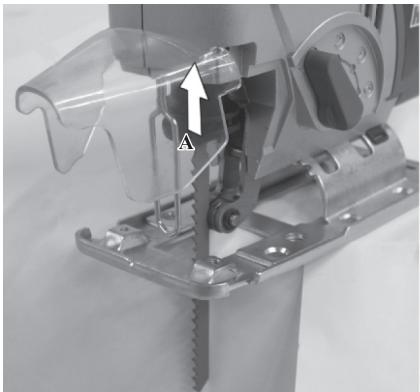

Fig. 2
6.2 Montering av sagblad (Fig. 2)
- Skyv sagbøylespennen (Fig. 2, A) opp og hold.